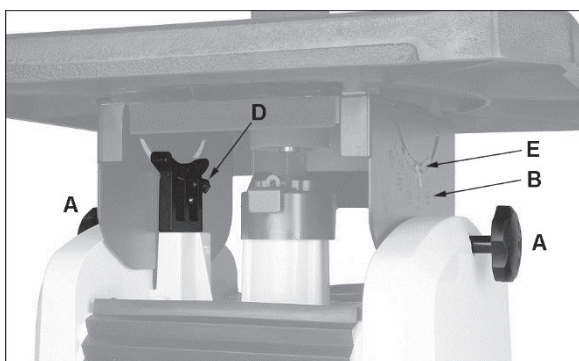

Abbildung 11: Tischneigung
Siehe Abbildung 11 und 12.
1. Beide Knäufe (A, Abbildung 11) entgegen dem Uhrzeigersinn lösen.
Siehe Abbildung 11 bis 13.